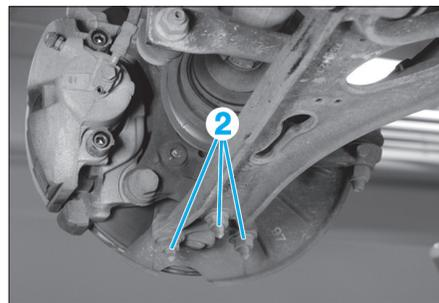

Fig. 12
- Déposer les écrous (2) de la rotule inférieure (Fig.12).